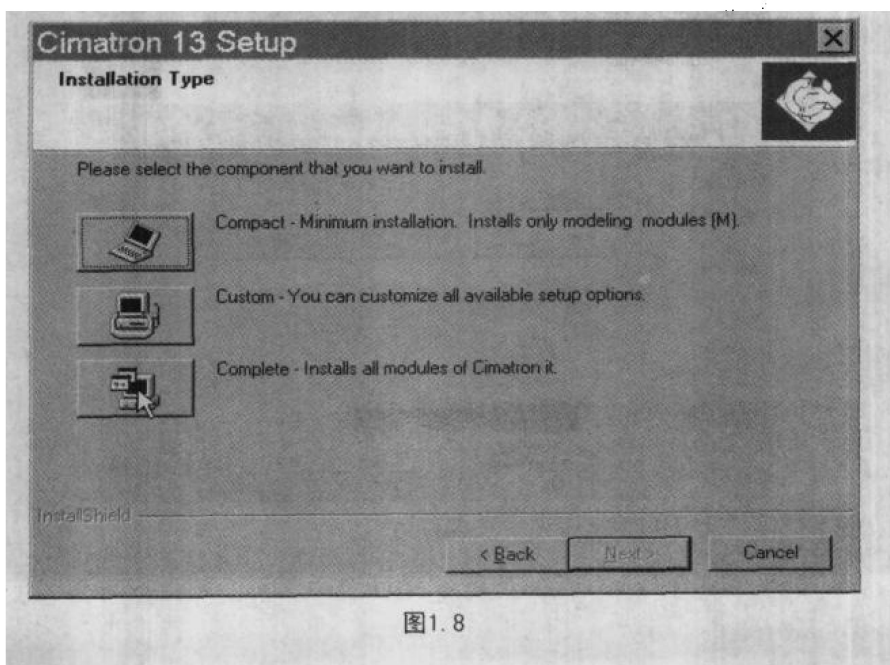

图1.8
- (8) 接下来出现如图1.8所示的安装类型画面, 第1行为最小化安装(只安装造型模块), 第2行为用户定制安装(可以选择相应的模块进行安装), 第3行为完全安装(安装所有的模块), 这里选择完全安装。